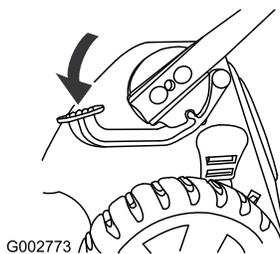

Figura 38
1. Pise el pedal y manténgalo pisado (Figura 38).